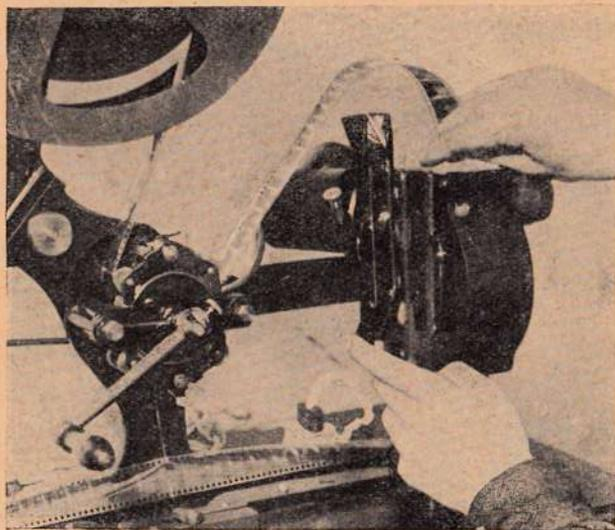

Рис. 22. Закладка фильма в рамку.
5) Затем надо положить по всей длине дверного желоба (салазок) (рис. 22) часть ленты, внимательно следя, чтобы она плотно была прижата в углублении желобка и чтобы зубья выступающих вилок проходили с обеих сторон
в перфорацию. При наложении ленты в салазки нужно следить, по возможности, за тем, чтобы один снимок точно совпадал с рамкой аппарата. Далее, придерживая в натянутом положении ленту, закрыть дверку указательным пальцем левой руки (см. рис. 22).